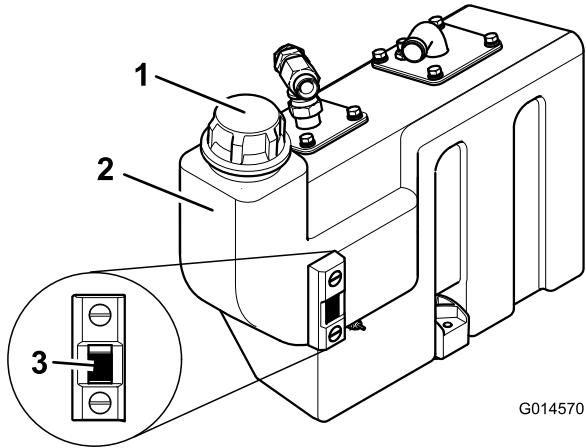

Figura 60
- Qualora fosse necessario dell'altro fluido idraulico, pulite attorno al collo del bocchettone e del tappo del serbatoio idraulico (Figura 60) e rimuovete il tappo.